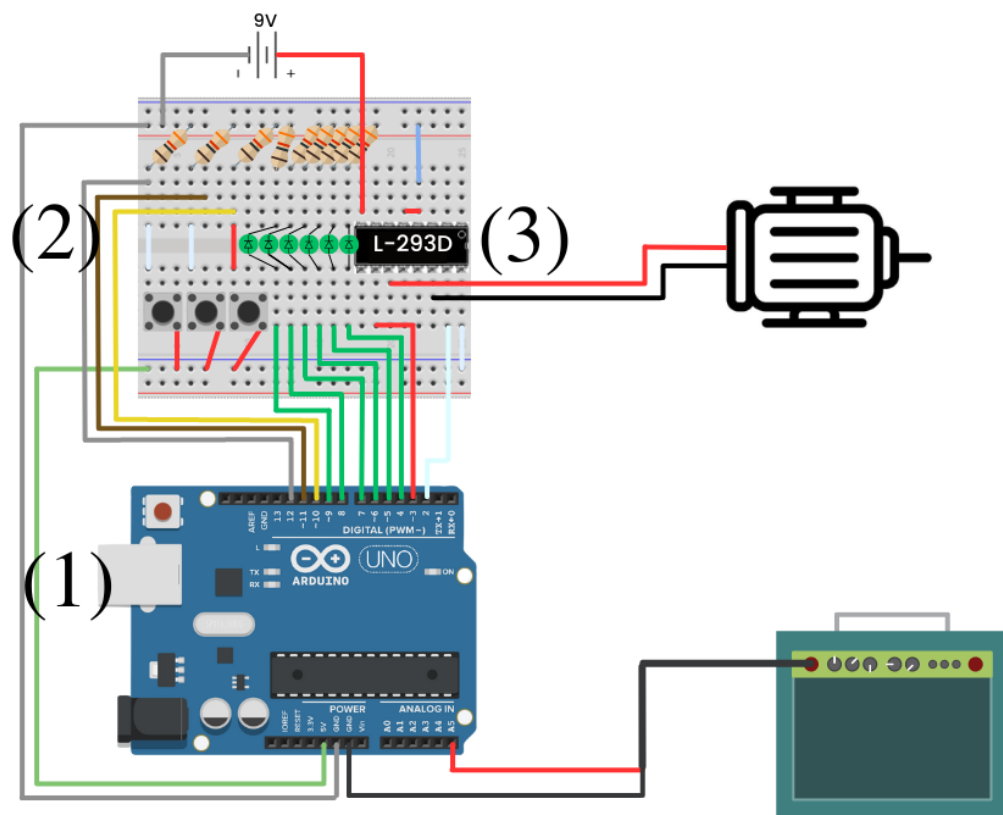

Figura 1: Diagrama del circuito
En la figura 1 se muestra el esquema del circuito. Se observa en (1) el arduino. En este se reciben las siguientes entradas, en A5 llega la señal analógica del amplificador y por los pines digitales 10, 11 y 12 entra la señal de los pulsadores. Las salidas del arduino son las siguientes: por los pines digitales 4 al 9 sale la señal de cada uno de los 6 leds que indican la cuerda seleccionada, por los pines 1 y 2 sale la señal digital al controlador del motor. Por otro lado en (2) se encuentra el arreglo de pulsadores para la selección de cuerda. Los pulsadores izquierdo y derecho permiten navegar en ambos sentidos la selección de cuerda en pasos de uno por pulso. El pulsador central selecciona la cuerda. Por último, en (3) se tiene el controlador del motor L-293D, este recibe dos señales analógicas del arduino y permite alimentar el motor con una fuente distinta a la del resto del circuito. En este caso se está alimentando al motor con un potencial de 9V. El funcionamiento de este integrado es el siguiente. Si por los pines 10 y 15 detecta señales digitales iguales, los pines de salida 11 y 14 no tienen diferencia de potencial entre ellos, el motor se queda quieto. Si por las entradas llegan valores diferentes, el controlador pasará el voltaje de alimentación al motor entre los pines 11 y 14, si las entradas se invierten el controlador también invierte la polarización de las patas de salida. De este modo se hace que gire el motor en cualquiera de los dos sentidos.